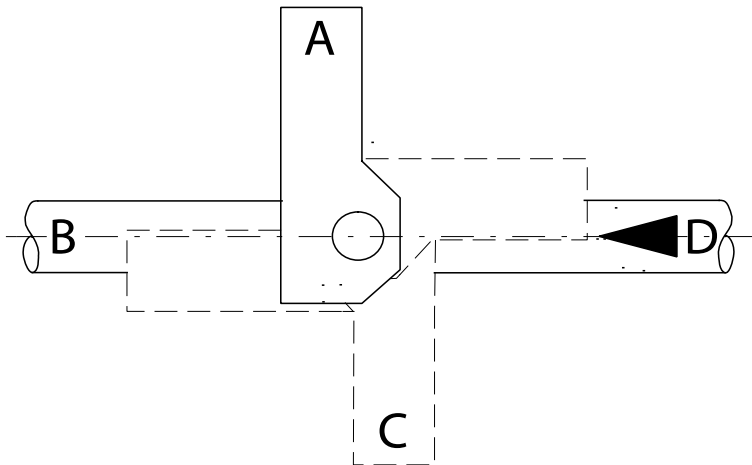

Fig.5-11 Position de montage de l'actionneur
5. Adaptez l'actionneur avec son arcade, dans la position souhaitée (A, B, C or D) (→ Fig.5-11) sur l'axe de la vanne papillon. Fixez l'ensemble avec les vis (→ Fig.5-10/6).